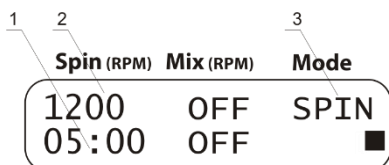

Рисунок 5. Центрифуга
- 5.10.1. Выберите режим центрифугирования (индикация **Spin** параметра **Mode**, рис. 5/3).
- 5.10.2. Установите необходимую скорость вращения: от 300 до 1500 об/мин (шаг 100 об/мин, рис. 5/2).
- 5.10.3. Установите время центрифугирования от 1 с до 30 мин. (шаг 1 с, после 1 мин. - 1 мин., рис. 5/1).